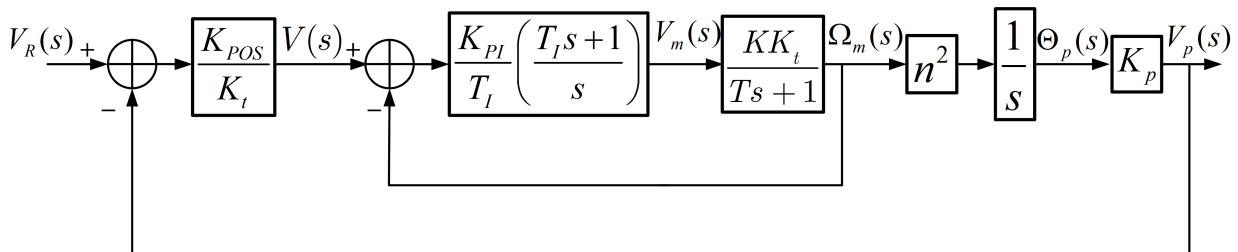

Figura 2: Sistema controle de posição em cascata com realimentação unitária interna.
Trata-se de um controle proporcional de posição do servomecanismo com uma malha interna de velocidade com controlador PI¹. Tal sistema é equivalente ao da Figura 2.
4) Aplique o controle projetado no servomecanismo do laboratório, conforme apresentado na Figura 2. Compare o resultado com a simulação linear. Como sinal de referência, considere uma onda quadrada com frequência fundamental igual a 0,1 Hz, amplitude 2 V e duração total de 20 s. Mostre os resultados para o professor.